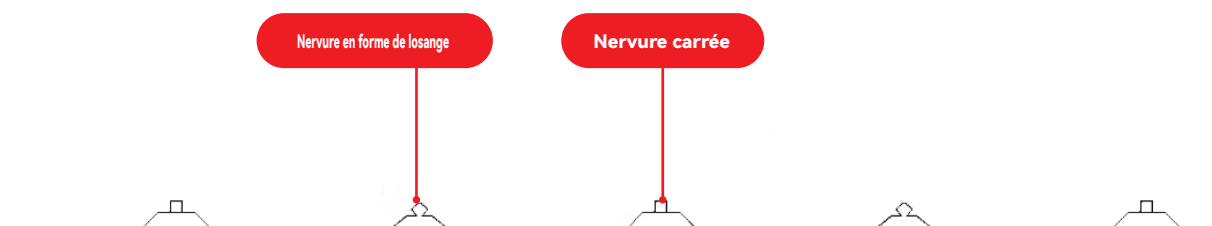

FIGURE 1
- Couverture en acier coloré à cornières nervures carrées et nervures en forme de losange formant ses ondulations. (Figure 1) ;